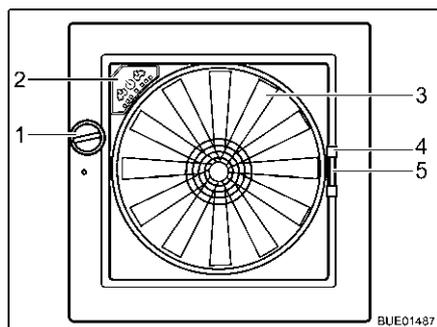

Fig. 133 Oblò Omni-Vent
- Ruotare la manopola (Fig. 133,1), finché non si raggiunge l'angolo di apertura desiderato.
- Ruotare la manopola (Fig. 133,1), finché l'oblò non è completamente chiuso.
- Chiusura:* ■ Tirare la zanzariera per l'impugnatura (Fig. 133,4) verso il lato opposto del telaio.
- Chiusura:* ■ Serrare la maniglia (Fig. 133,5) dell'oscurante.
- Ventilatore** Se l'oblò è aperto, l'abitacolo può essere ventilato e sfiato con il ventilatore a 6 stadi (Fig. 133,3). Il ventilatore si controlla dal quadro di comando (Fig. 133,2).